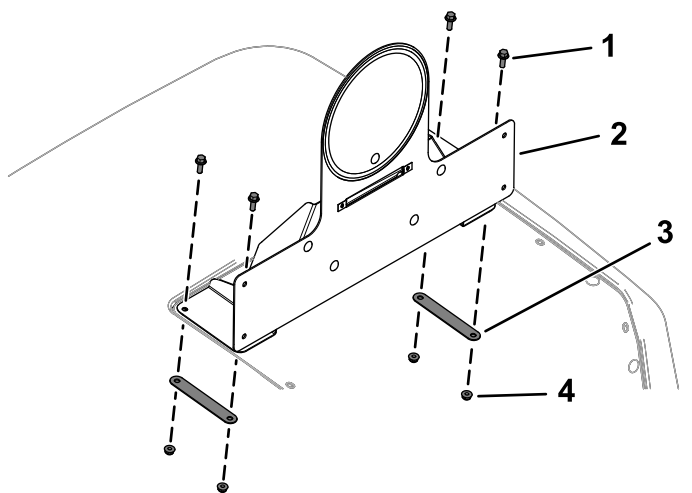

Bild 30
10. Befestigen Sie die Halterung der Geschwindigkeitsplatte mit vier Bundkopfschrauben ($\frac{1}{4}" \times \frac{3}{4}"$), zwei rückwärtigen Halterung und vier Sicherungsmuttern ($\frac{1}{4}"$) an der Haube, wie in Bild 30 dargestellt.